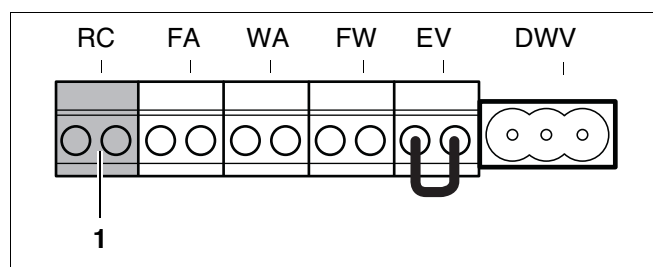

Рис. 30 Клеммы для подключения блока управления RC и шины EMS
- Подключить систему управления Logamatic RC20, RC30 или каскадную систему управления Logamatic 4121, 4122 к оранжевой клемме RC (рис. 30, поз. 1).
- При внешнем монтаже модулей, подключите модули к шине EMS на клеммах RC (рис. 30, стр. 29).
- Подключите шину EMS к клемме RC (рис. 30, стр. 29).